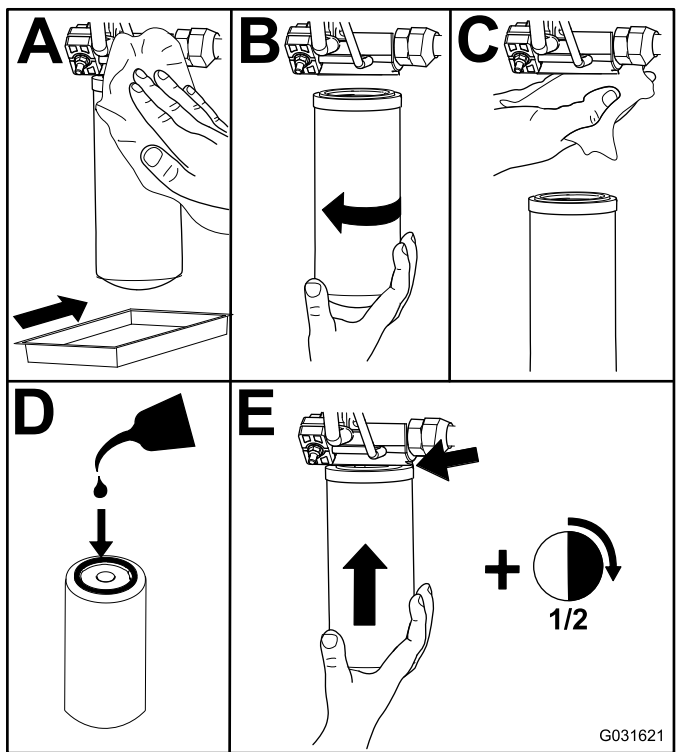

Figura 117
2. Sostituite i filtri idraulici (Figura 117).